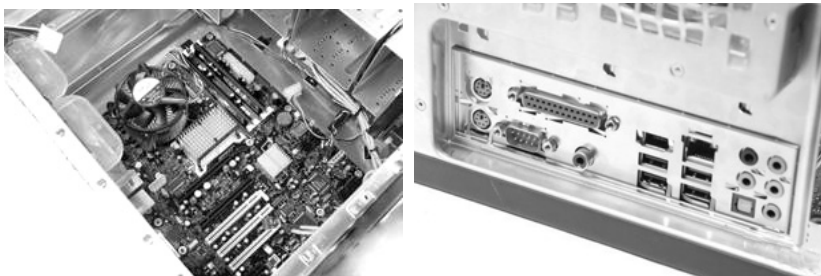

图 2-26 安装主板
③ 将主板安装固定到机箱中，如图 2-26 所示。大部分主板板型为 ATX 或 MATX 结构，因此机箱的设计一般都符合这种标准。在安装主板之前，先将机箱提供的主板垫脚螺母安放到机箱主板托架的对应位置上。双手平行托住主板，将主板放入机箱中，确定机箱安放到位，拧紧螺丝，固定好主板。